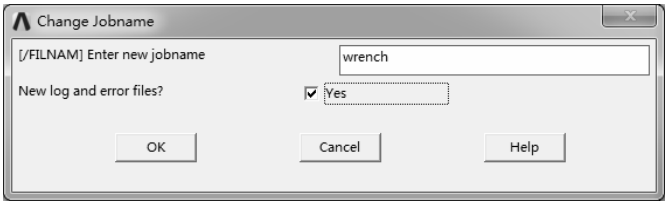

图 6-38 “Change Jobname”对话框
1) 选择“Utility Menu>File>Change Jobname”命令，弹出“Change Jobname”对话框，修改工程名称为“wrench”，如图 6-38 所示。单击“OK”按钮完成修改。